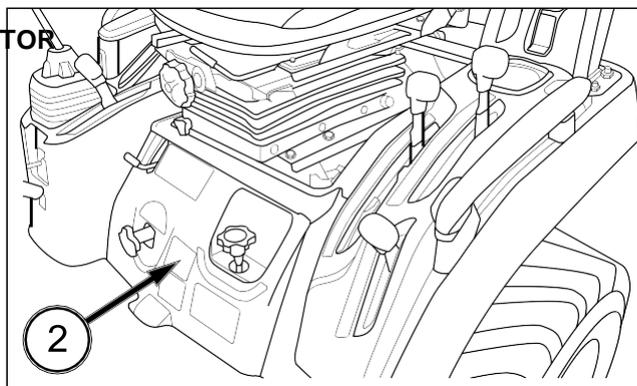

FIG. 2-3
FIG. 2-3 y 2-4: Placa de identificación (2) del tractor situada bajo el asiento del conductor. La placa de identificación indica el tipo de tractor, el modelo, el año de fabricación y el número de serie.